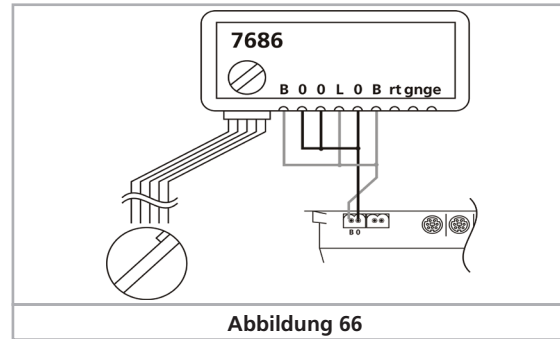
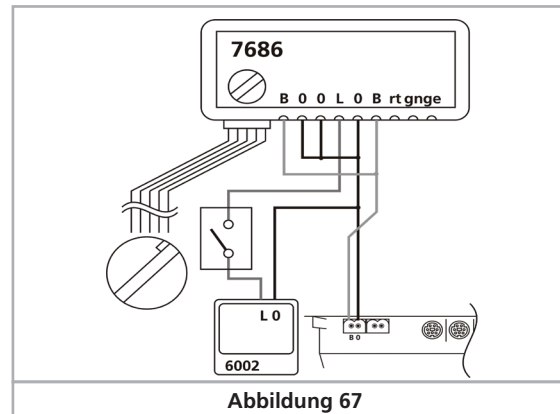

Abbildung 66
Abbildung 67
Zur Stromversorgung der Drehscheibe können Sie entweder direkt den Hauptgleis Ausgang der ECoS verwenden (siehe Abbildung 66) oder Sie benötigen einen externen Transformator (siehe Abbildung 67).
- Wenn Sie Ihre Drehscheibe wie in Abbildung 66 direkt aus dem Hauptgleisanschluss versorgen, schalten Sie Ihre Zentrale auf „Stop“ und anschließend wieder auf „Go“. Wenn Sie nun innerhalb von 5 Sekunden die „input“-Taste betätigen, versetzen Sie den Drehscheibendekoder in den Programmiermodus.
- Wenn Sie Ihre Drehscheibe wie in Abbildung 67 über einen separaten Transformator versorgen, können Sie die Versorgungsspannung des Drehscheibendekoders über diesen Transformator bzw. über den optionalen Schalter in der Zuleitung zum Drehscheibendekoder (Anschlüsse L und O) unterbrechen. Nach dem Einschalten der Versorgungsspannung müssen Sie auch in diesem Fall innerhalb von 5 Sekunden die input-Taste drücken.